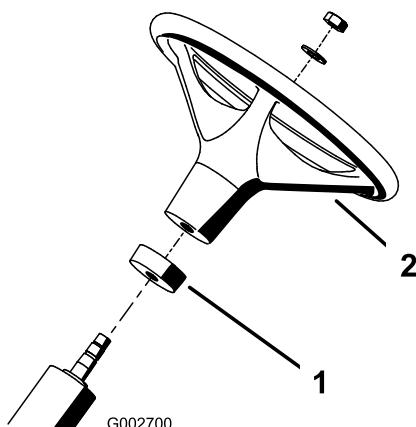

Figure 2
2. Glissez la bague en mousse sur l'arbre de direction (Figure 2) en commençant par la petite extrémité.
3. Glissez le volant sur l'arbre de direction (Figure 2).
4. Fixez le volant à l'arbre de direction avec une rondelle et un contre-écrou (Figure 2). Vissez le contre-écrou à un couple de 27 à 35 Nm.